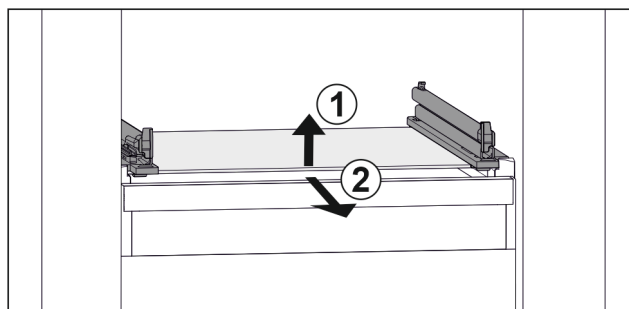

Fig. 72 Eksempel på fremstilling av glassplaten
- ▶ Løft opp glassplaten foran. Fig. 72 (1)
- ▶ Ta ut glassplaten fremover. Fig. 72 (2)